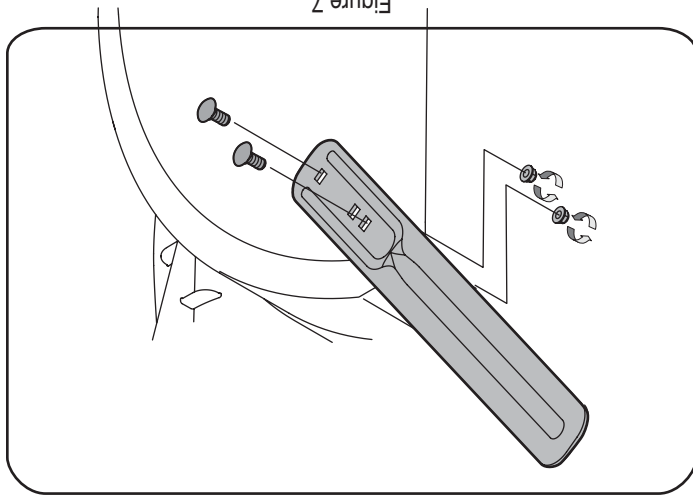

Figure 7
- Elles servent en cas d'accumulation importante de neige. Enlevez les boulons ordinaires en dévissant les écrous à six pans qui maintiennent les barres de coupe en place et positionnez-les correctement avant d'utiliser la souffleuse. Voir la Figure 7.